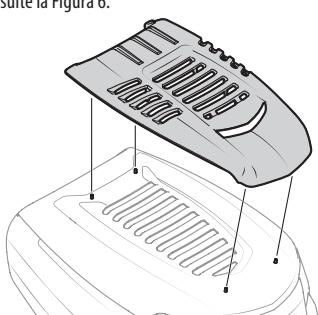

Figura 6
- Calce la tapa del capó en su lugar usando el capó como guía. Consulte la Figura 6.